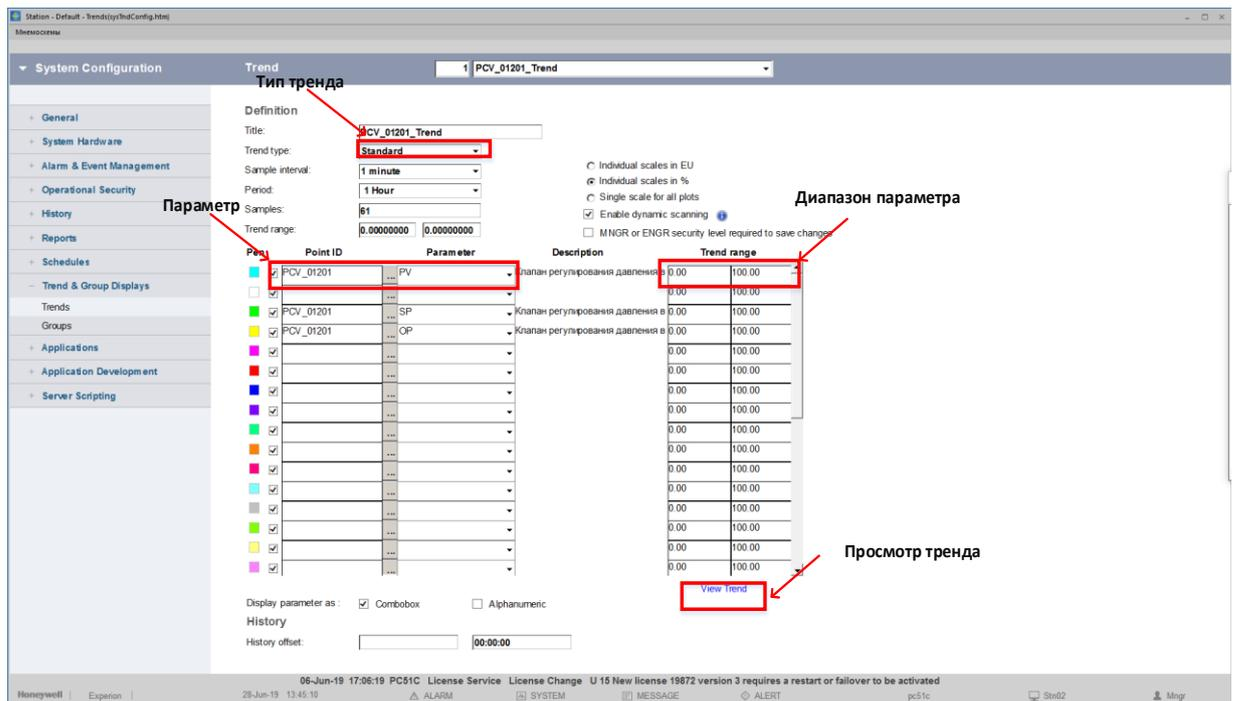
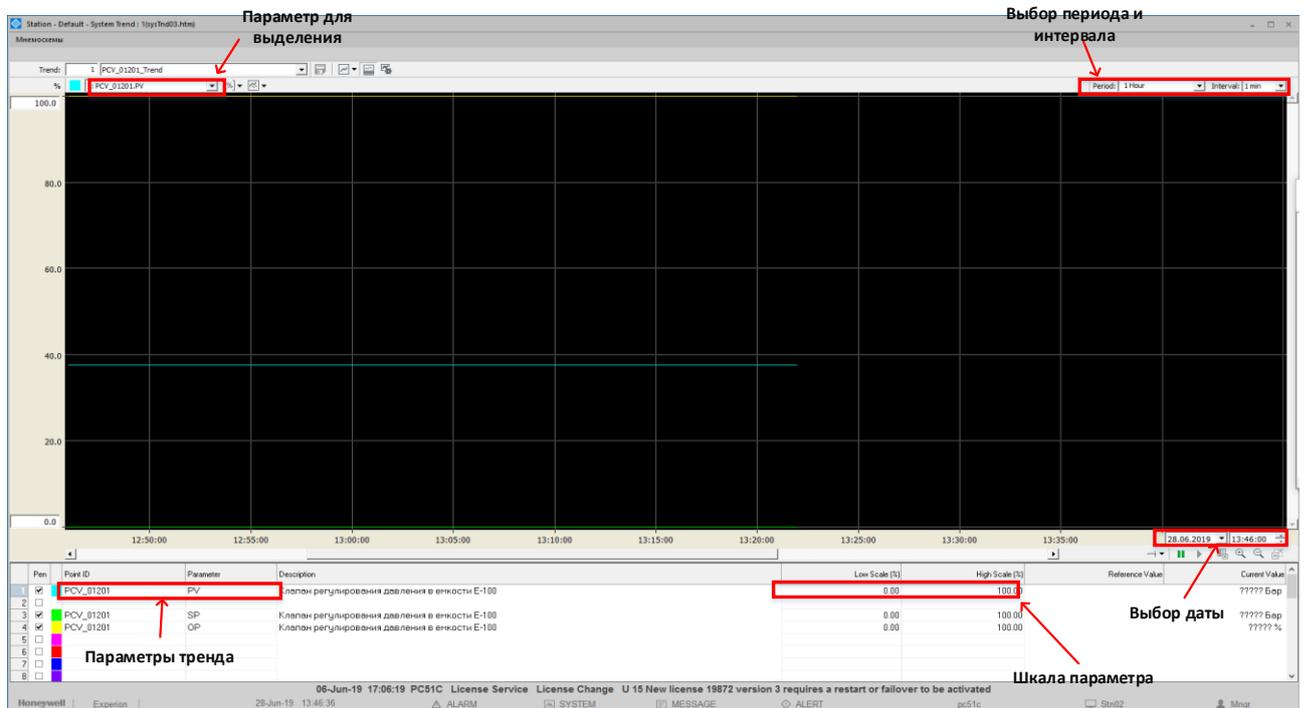

Рисунок 33 – Окно редактирования трендов
Рисунок 34 – Окно просмотра тренда
3. Выберите тренд щелкнув по нему. В режиме редактирования откроется окно редактирования тренда (Рис. 33). В режиме просмотра откроется окно просмотра тренда (Рис. 34).